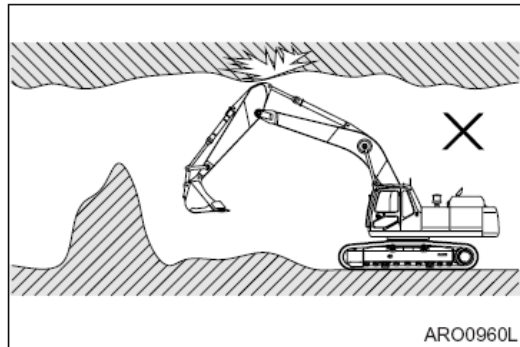

Figura 60
12. Si la excavación se está efectuando en un subterráneo o una construcción, asegúrese de que exista la suficiente separación entre el accesorio frontal de la máquina y el techo, y una ventilación adecuada. Consulte Figura 60.